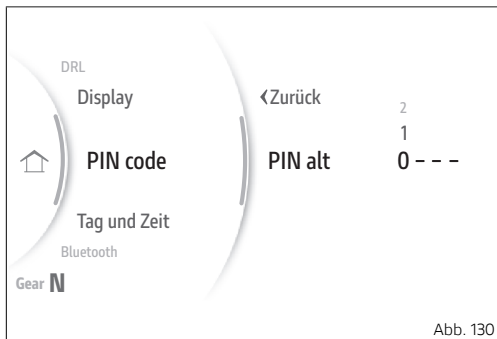

Abb. 130
- Im Display wird die Angabe „PIN alt“ angezeigt, dann ENTER (3) drücken, um mit der Eingabe fortzufahren (Abb. 130 S.145).